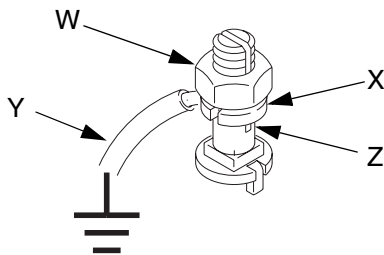

FIG. 7: Vite di terra
Se si dispone della vite di messa a terra illustrata nella FIG. 7, allentare il dado di blocco dello spinotto di terra (W) e la rondella (X). Inserire un'estremità di un filo di terra (Y) nella fessura dello spinotto (Z) e serrare saldamente il dado di blocco. Collegare l'altra estremità del filo a una presa di terra efficace. Ordinare il filo di terra 237569 e un gruppo morsetto.